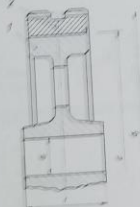

Рисунок 1 – Эскиз соединения с натягом
1. Описание работы одноступенчатого редуктора (рисунок 1).
В данной конструкции с натягом соединяются (рисунок 1) ступица 9 и зубчатый венец 10. Размеры соединения $d=400\text{мм}$; $d_1=45\text{мм}$; $d_2=440\text{мм}$; $l=35\text{мм}$. Крутящий момент $M_{кр}=2000\text{Нм}$.